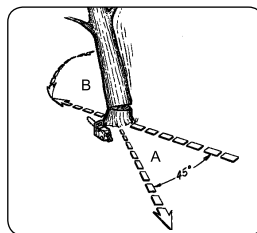

Рис. 11А
ПРЕДУПРЕЖДЕНИЕ: Предварительно наметьте себе путь для выхода (A) и рассчитайте его от возможных препятствий перед тем как приступить к выполнению срезов. Маршрут к отходу должен быть в направлении, обратном направлению предполагаемого падения дерева, как это показано на (Рис. 11А).